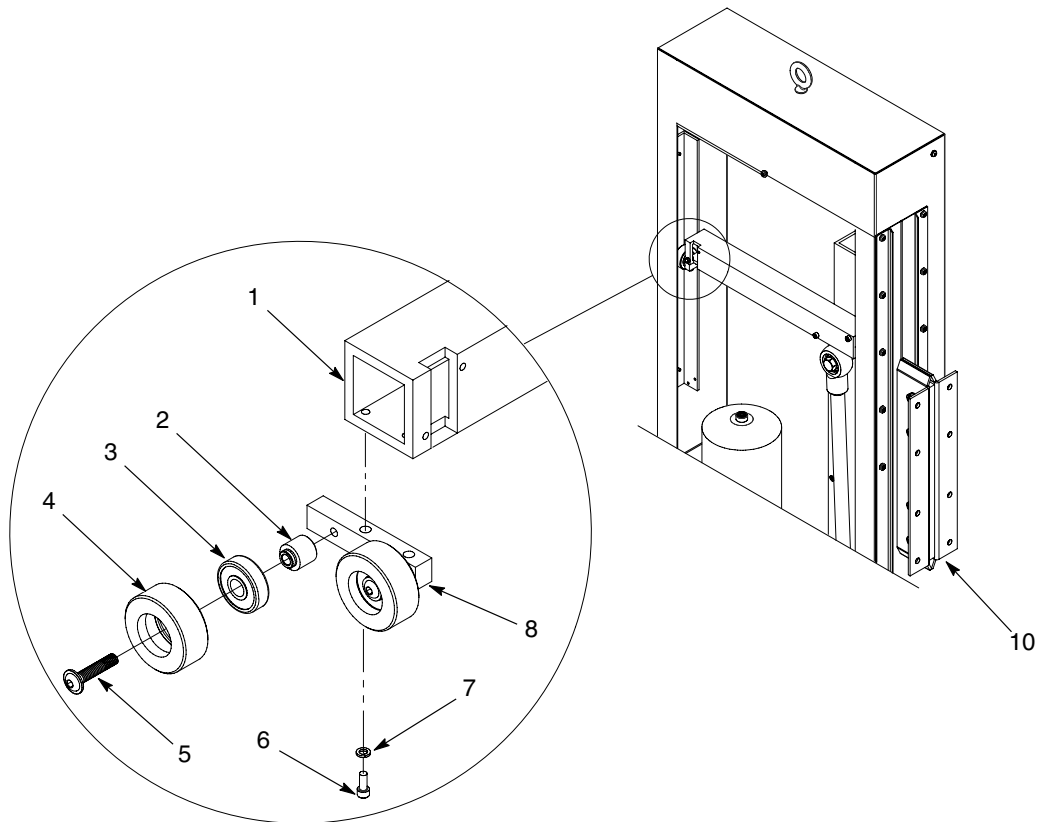

Bild 12 Typisk rullenhet (frekvensomvandlarutförande (VFD) visat)
2. Se bild 12. Kontrollera att pistolvagnen (10) är i sitt nedre läge.
3. Tag av skruvarna (6) och brickorna (7) som fäster rullenheten (8) till stabiliseringsstången (1).
4. Tag av den kullriga flänsskruven (5) som fäster hjulet (4), lagret (3), och axeln (2) på rullblocket (8). Skrota endast hjulet och lagret.
5. Montera det nya hjulet (4), det nya lagret (3) och axeln (2) på rullblocket (8), med hjälp av den kullriga flänsskruven (5). Drag åt skruvarna ordentligt.
6. Fäst rullenheten (8) på stabiliseringsstången (1) med hjälp av låsbrickorna (7) och skruvarna (6). Drag åt skruvarna ordentligt.